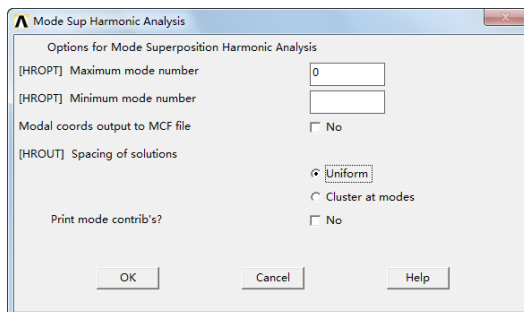

图 13-69 “Mode Sup Harmonic Analysis”对话框
③弹出“Mode Sup Harmonic Analysis”对话框，如图13-69所示，单击“OK”按钮